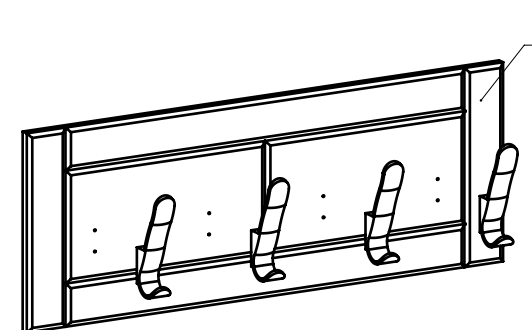

Рис.2
2. С помощью шурупов 3,5х20 прикрутите крючки к детали 1 (Рис.2).